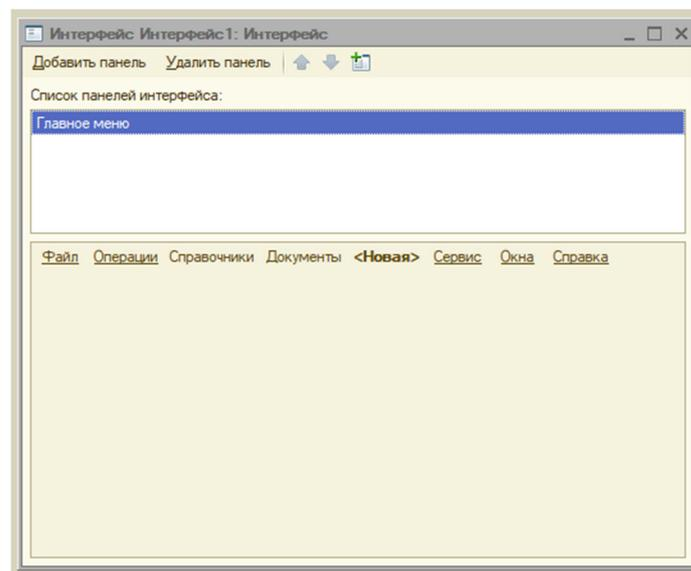

Рис. 1.10. Добавление к интерфейсу поля «Главное меню»
9. Далее нужно добавить необходимые поля в интерфейс для отображения в первую очередь меню функционала «Главное меню» (рис. 1.10).